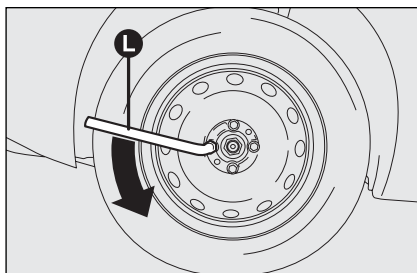

fig. 6
- ☐ afloje de una vuelta los tornillos de fijación, utilizando la llave en dotación **L-fig. 6**; en los coches dotados de llantas de aleación, zarandee el coche para que el embellecedor se separe más fácilmente del buje de la rueda;